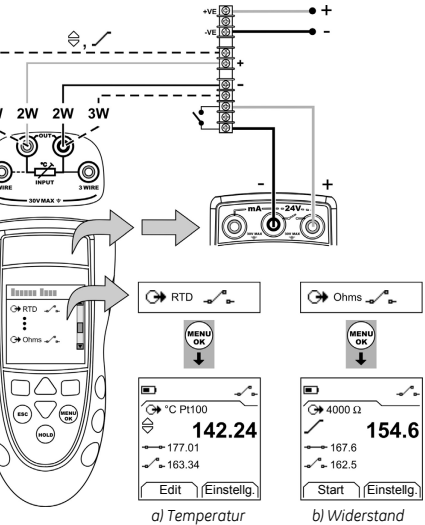

Abbildung 6: Beispielkonfiguration: Schaltertest
1. Schließen Sie das Gerät an (Abbildung 6) und ändern Sie ggf. die Option *Konfig.* (Tabelle 1).